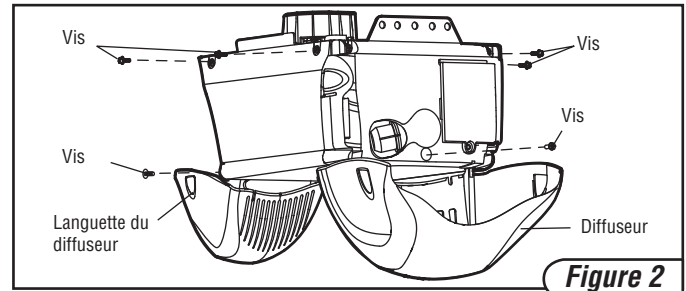

Figure 2
5. Enlever les 6 vis du couvercle (Figure 2).